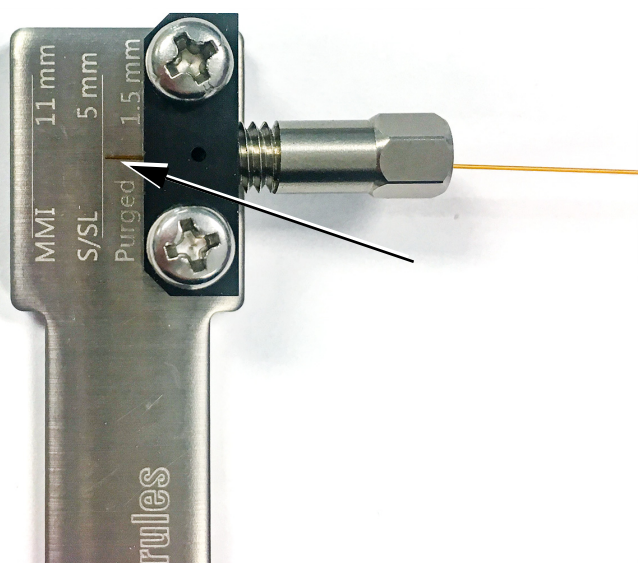

図 15. カラムの位置合わせ (スプリット/スプリットレスの例)
- 5 カラムの先端が使用する注入口に適した長さになるように、ツール内でカラムの位置を調整します。図 15 を参照してください。